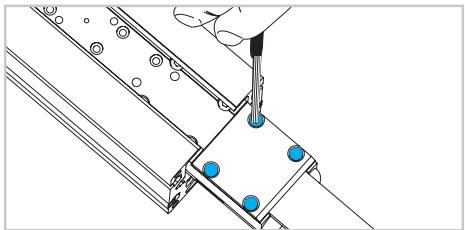

Fig. 13
- 13) Muovere la parte interna del carro all'estremità del profilo, rimuovere le viti di serraggio della cinghia e quindi la cinghia stessa (Fig. 13).
- 16) Muovere il carro interno all'estremità del profilo e rimuovere le viti di fissaggio della cinghia (Fig.13).